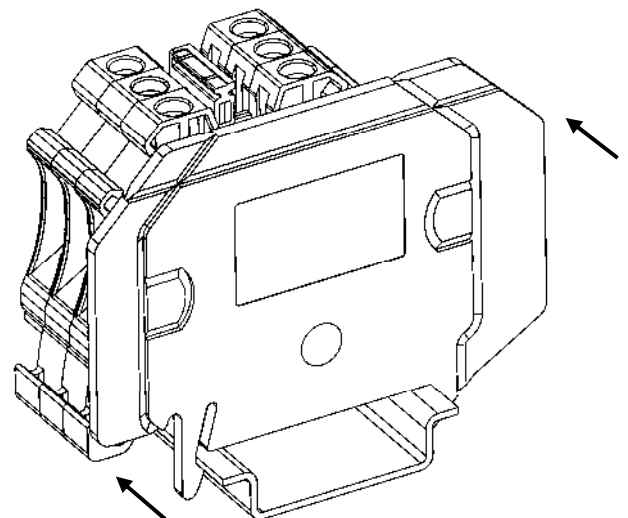

Рисунок 34 – сборка клемм с перемычкой с удаленными крайними полюсами
- При использовании перемычек с удаленными крайними полюсами **необходимо** использовать концевую крышку или разделительную пластину (рис. 34).